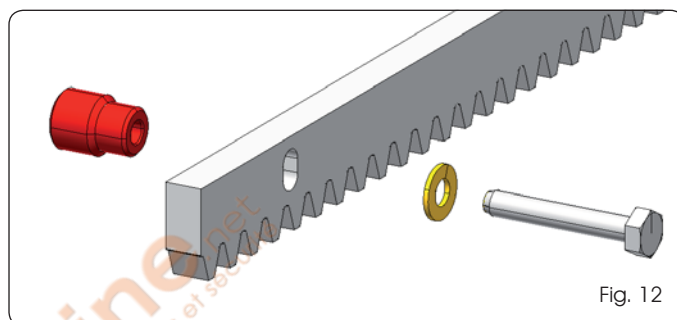

Fig. 12
5.4.2 CREMAILLERE A VISSER EN ACIER (Fig. 12)